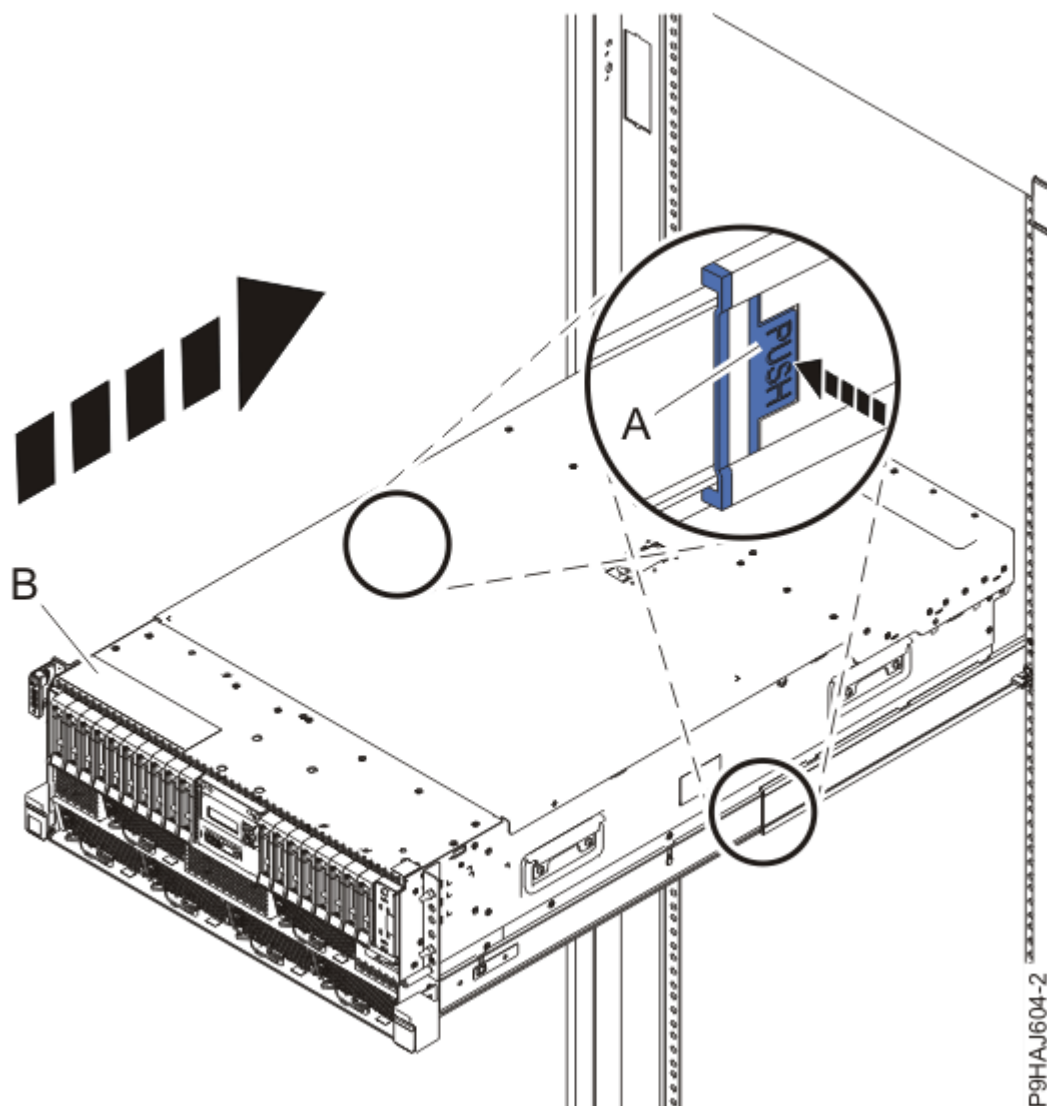

Figura 35: Colocando o Sistema na Posição de Operação
3. Para um sistema montado em rack, desbloqueie as travas de segurança do trilho azuis **(A)**, como mostrado na Figura 35 na página 41, empurrando-as para dentro.